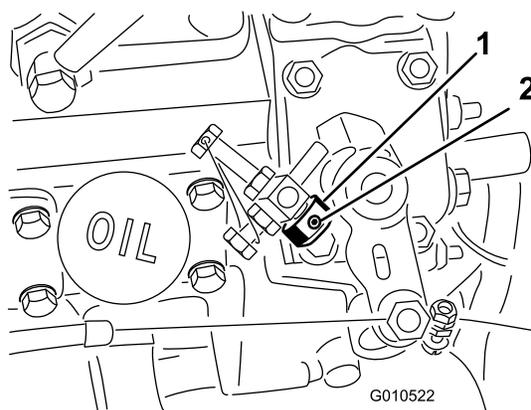

図 7
1. スロットルストップについている固定ねじをゆるめる図 7。
2. スロットルストップをハイアイドルねじまで動かす図 7。スロットルストップの面取りされている端部が外側を向くようにする。